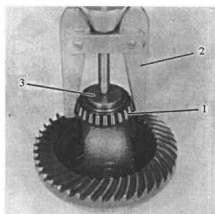

图 13-15
(12) 检查主动齿轮以及差速器总成上的从动齿轮,齿面上是否有裂纹,严重剥落,深度深点以及断齿等缺陷。若有上述缺陷时,则应进行更换。
(13) 拔出主动齿轮油封。检查油封唇口处是否有严重磨损、变形、老化等缺陷。如有上述缺陷时,则需更换。
(14) 取出主动齿轮前轴承内圈,并用专用工具敲出主动齿轮前后轴承外圈,检查前后轴承的内外滚道,以及滚子等是否有严重磨损、烧损等现象。轴承转动时是否灵活、平稳、否则应更换。
(15) 用专用工具拉出差速器右侧轴承及调整垫片(图13-15)。